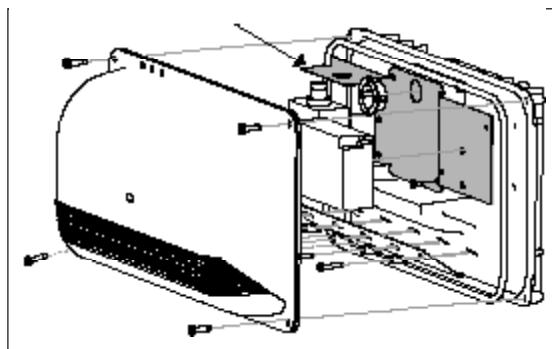

Fig. 2
2. Retire el bracket de lámina galvanizada, (Fig. 2) dejando a la vista sólo la base del luminario.